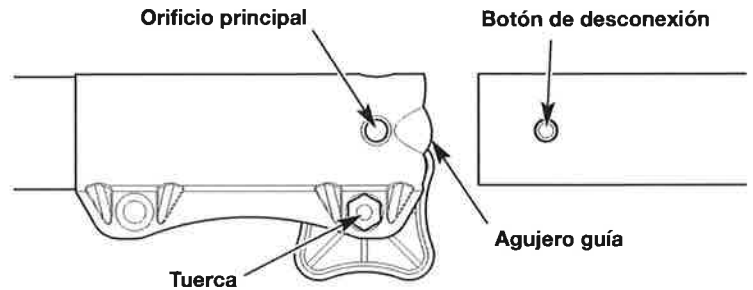

Fig. 4
4. Alinee el botón de liberación con el embutimiento de la guía (Fig. 4).
5. Presione el accesorio directamente dentro del acoplador hasta que el botón de liberación encaje a presión firmemente del orificio principal (Fig. 4).
NOTA: No ajuste demasiado la tuerca (Fig. 4).
3. Oprima y mantenga apretado el botón de liberación (Fig. 4).